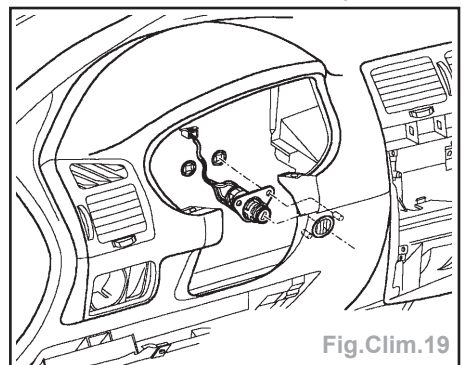

Fig.Clim.19
- Il est situé sur le tableau de bord, à droite de la colonne de direction, fixé à l'intérieur du tableau de bord à travers deux rondelles de fixation (Fig.Clim.19).